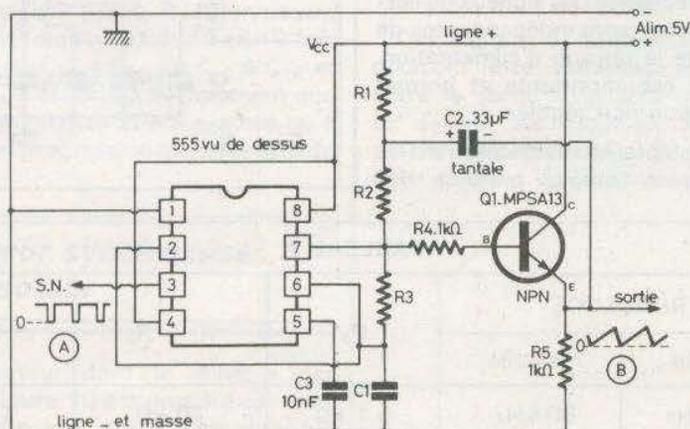
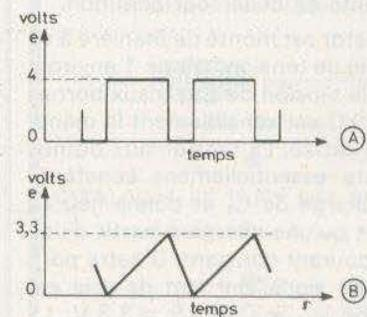
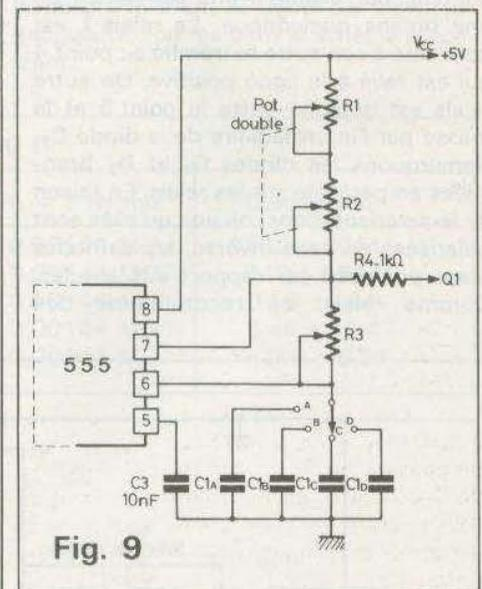
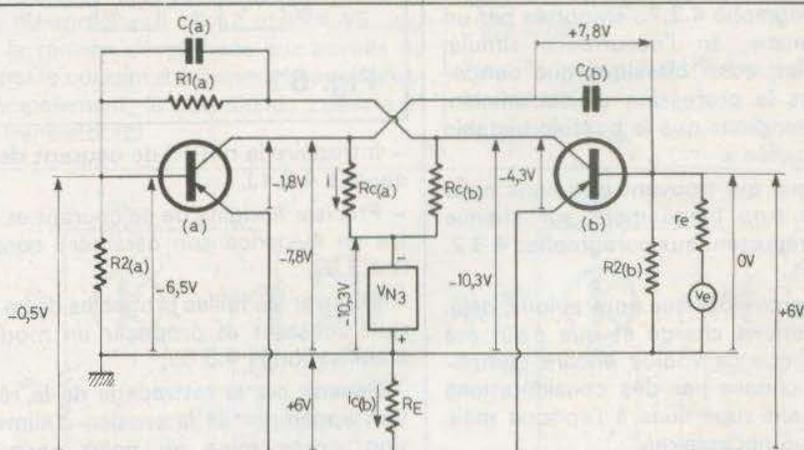

Fig. 7
Fig. 8
Fig. 9
Fig. 59
teur du transistor Q_1 , NPN des signaux en dents de scie (voir fig. 7). Leurs amplitudes sont 4 V et 3,3 V respectivement comme indiqué à la figure 8. Ce générateur a été proposé par Franck Cicchiello dans Electronics du 18 mars 1976. Une des qualités de ce générateur est sa stabilité en fonction de la température et son alimentation à tension réduite, de 5 V seulement.
La plupart des valeurs sont indiquées sur le schéma de la figure 7. Voici comment déterminer les valeurs non indiquées. En premier lieu on consultera le tableau II qui donne les valeurs de résistances R_1 , R_2 , R_3 et du condensateur C_1 en fonction de la fréquence f qui est la même pour les deux signaux de sortie, celui à impulsions et celui en dents de scie à la sortie de Q_1 (tableau II).
Il sera toutefois nécessaire de choisir des valeurs des éléments telles que les conditions (1) à (6) soient respectées. La modification du schéma de la figure 7 est indiquée à la figure 9. A remarquer que R_1 étant toujours égale à R_2 il est tout indiqué d'utiliser un potentiomètre double de manière à ce que leurs résistances en service restent toujours égales. On adoptera $R_1 = R_2 = 1 \text{ M}\Omega$ potentiomètre logarithmique. R_3 sera également à variation logarithmique de 10 k Ω .
Quand la bascule monostable prend la forme du schéma de la **figure 59**, il n'est guère besoin d'explications si l'on se souvient des **figures 9 et 14** (schémas à source auxiliaire V_{N2}) et de ce qui a été dit sur le même sujet pour la bascule bistable (**fig. 50**).
A noter, pour les **figures 9 et 14**, que celles-ci s'inscrivaient dans un cadre comprenant six figures... dont les numéros ont été oubliés !
Il est visible que, mis en présence de la **figure 59**, on peut, par exemple, s'intéresser à l'état possible du transistor (b).
Toutes les tensions de la bascule monostable, dans cet état, sont portées sur le schéma de la figure 59. En y regardant de près, on y trouve toutes les tensions connues :
toutes tensions que l'on trouvait, déjà, dans la figure 9. On découvre aussi, dans ce même schéma de la figure 59, des tensions qui semblent nouvelles : non pas $V_{N3} = -10,3 \text{ V}$ que nous avons déjà justifiée (voir 4.3.4.), mais aussi d'autres tensions qui en découlent et, pour cela, paraissent nouvelles, alors qu'il ne s'agit que des conséquences du remplacement de la source auxiliaire V_{N2} par la tension $V_{RE} = R_E \times i_E (= 6 \text{ V})$